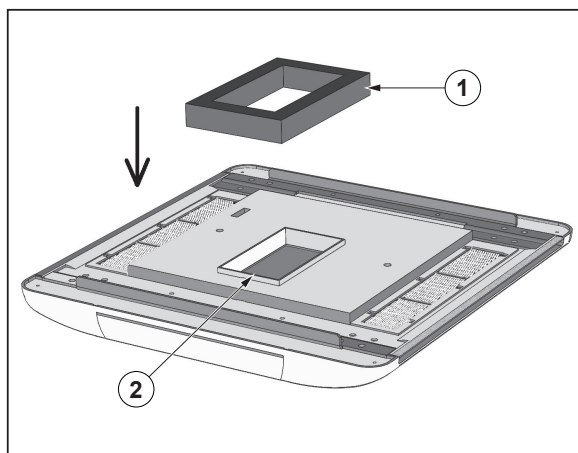

Fig. 11
Plaats de luchtverspreider horizontaal en breng één of meer rechthoekige schuimrubberverbindingen (**Fig. 11** ref. 1) op het profiel van het luchtinlaatmondstuk (**Fig. 11** ref. 2) aan. Als het dak dikker is dan 35 mm dan moet er voor een tweede verbinding gezorgd worden die over de eerste heen aangebracht moet worden.